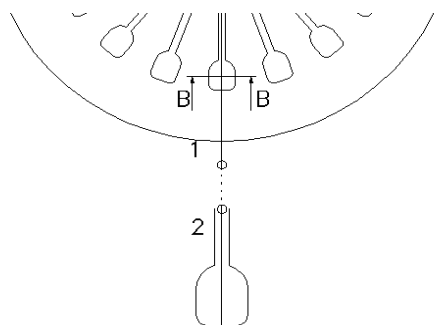

Fig. 1.25
5. După copierea detaliului și scalarea sa, linia de axă poate fi întreruptă pe porțiunea dintre cele două proiecții, cu comanda **BREAK** (fig. 1.25).